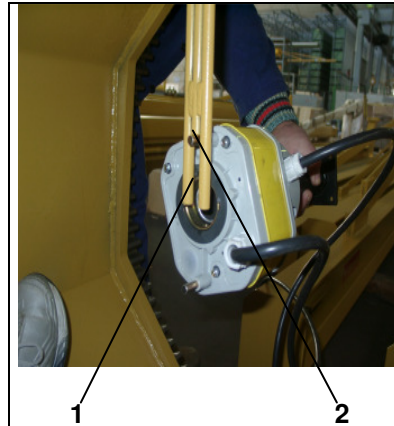

fig.44
3. Chiudere il coperchio di chiusura della finestra di ispezione avendo cura che nella forcilla **1** saldata sul coperchio stesso si inserisca la spina **2** di fermo del collettore. (fig.44)